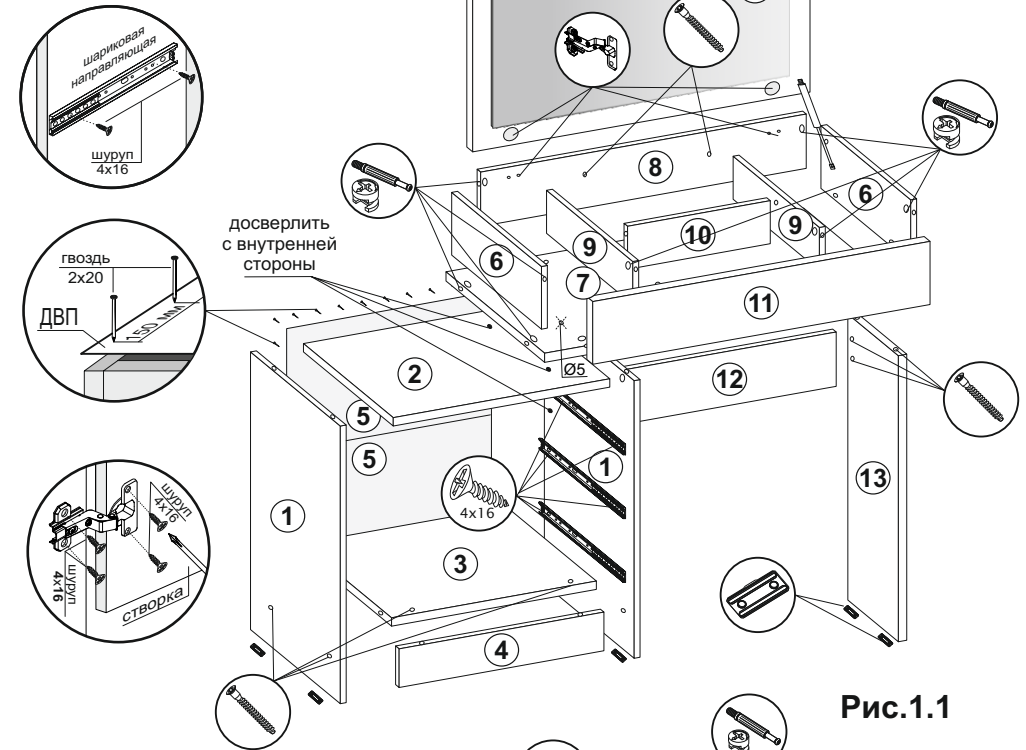

Рис.1.1
- Произвести сборку ящиков:** Соединить детали ящика (14,15) еврошурупами. Замерить диагонали получившихся ящиков и прибить ХДФ (16) гвоздями 2x20. Прикрутить ручки к створкам ящика (17) винтами М4х16. Установить створки ящиков (17) на собранные ящики с помощью эксцентриков. Прикрутить ответные части направляющих по центру деталей ящика (15) шурупами 4x16 (рис.1.1). Вставить ящики.
- Используя петли и шурупы 4x16, установить створку с зеркалом (18) по наметкам. Отрегулировать петли. Установить газлифт.